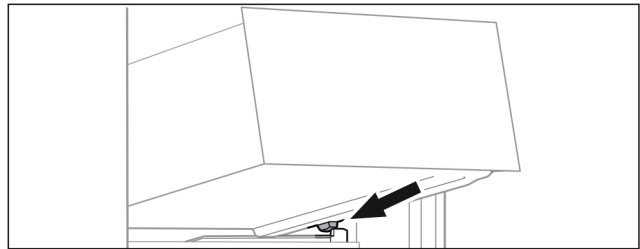

Fig. 121
- ▶ Lade schuin achter de stoppers op containerrib plaatsen. (zie Fig. 121)